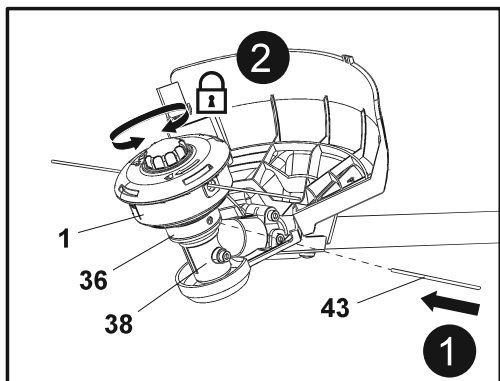

Fig. 55
1. Volte o produto ao contrário para aceder à cabeça do aparador (1).
2. Rode a cabeça do aparador (1) até que o orifício no flange de apoio (36) fique alinhado com o entalhe na cabeça da engrenagem (38).
3. Insira a haste de bloqueio do eixo (43) no orifício para bloquear o eixo (37) (Fig. 55, passo 1).
4. Desaperte manualmente a cabeça do aparador (1) para a direita (Fig. 55, passo 2) e retire-a do eixo (37).